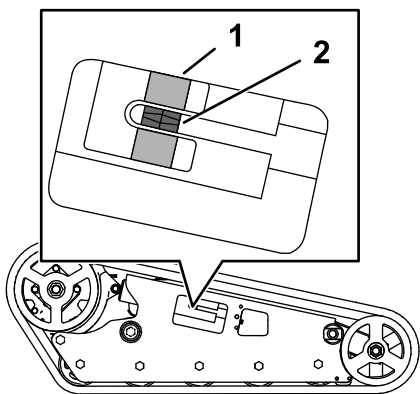

Figura 58
Verificai dacă blocul de tensionare este aliniat cu ghidajul verde de pe autocolant sau dacă blocul se află la 1,3 m față de partea din spate a fantei tubului de tensionare (Figura 58).
4. Folosind o cheie cu clichet de 1/2 inch, rotiți urubul de tensionare până când blocul de tensionare se aliniază cu ghidajul verde de pe autocolant sau se află la 1,3 m față de partea din spate a fantei tubului de tensionare (Figura 58).
de tensionare pentru ambele enile (Figura 58). Ajustați dacă este necesar.